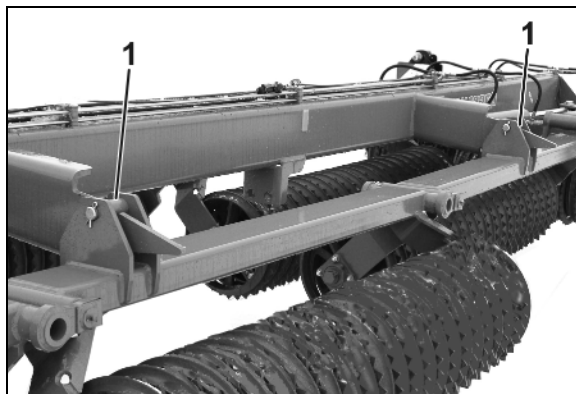

Рис. 31
- Транспортировочный фиксатор (Рис. 31/1) разблокирован.